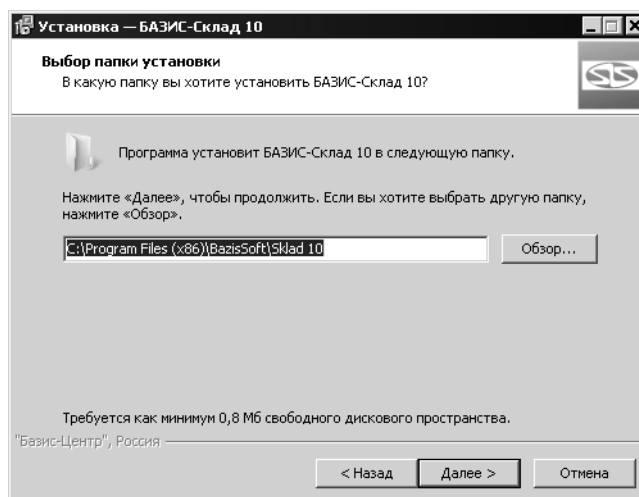

Рис. 1.2.
5. Укажите папку установки модуля (рис. 1.2).